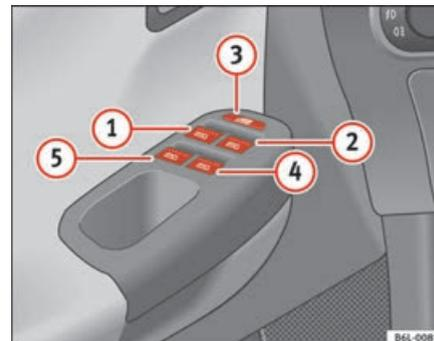

Fig. 52 Dettaglio della porta del conducente: interruttori dei finestrini anteriori e posteriori
I tasti ⇒ pag. 89, fig. 52 ① e ② hanno due livelli per l'apertura e due per la chiusura dei finestrini. In questo modo è più facile eseguire le operazioni di apertura e chiusura.